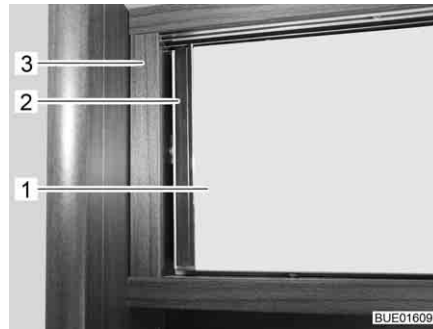

Bild 72 Möbelklappe mit Druckentriegelung
- Möbelklappe (Bild 72,1) am Griff (Bild 72,2) gegen den Schrankkorpus (Bild 72,3) drücken. Die Möbelklappe ist entriegelt.